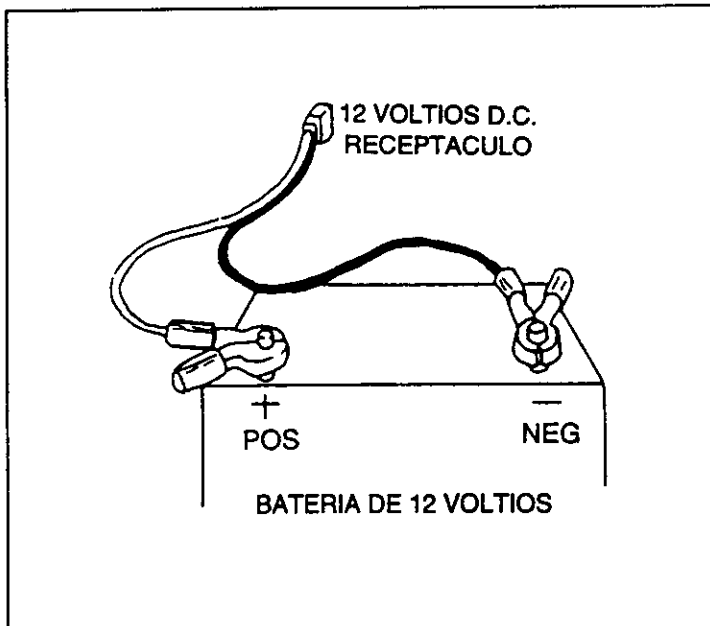

FIG. 10
- Conecte el enchufe del conector del cable de carga de la batería a la toma del panel (Fig. 10) indentificado con las palabras "12-VOLT D.C."